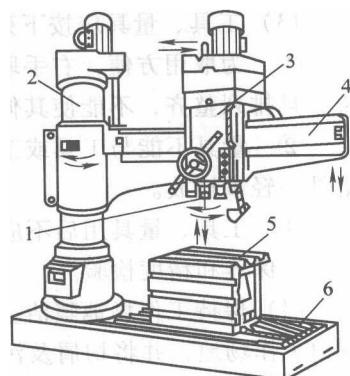

图 1-6 摆臂钻床
(3) 摆臂钻床 摆臂钻床用于大工件及多孔工件的钻孔，它需通过移（转）动钻轴对准工件上孔的中心来钻孔，其结构如图 1-6 所示。摇臂钻床主要由主轴、主轴变速箱、立柱、摇臂、工作台和底座组成，主轴变速箱能沿摇臂左右移动，摇臂又能回转  $360^{\circ}$ ，因此，摇臂钻床的工作范围很大，摇臂的位置由电动涨闸锁紧在立柱上，这样主轴位置不会变动，刀具也不易振动。大型工件可直接放在底座上加工，中型工件可放在工作台上加工。摇臂钻床可用于钻孔、扩孔、锪平面和沉孔、铰孔、镗孔、攻螺纹、环切大圆孔等。